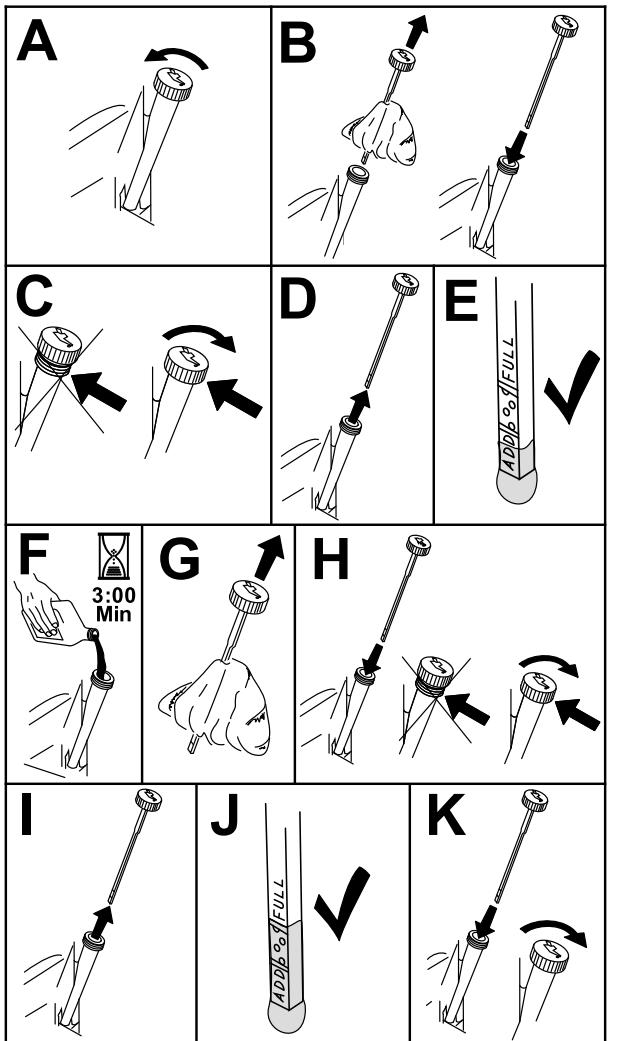

Figure 38
3. Pour éviter de faire tomber de l'herbe, de la poussière, etc., dans le moteur, nettoyez la surface autour du bouchon de remplissage-jauge d'huile, avant de l'enlever (Figure 38).